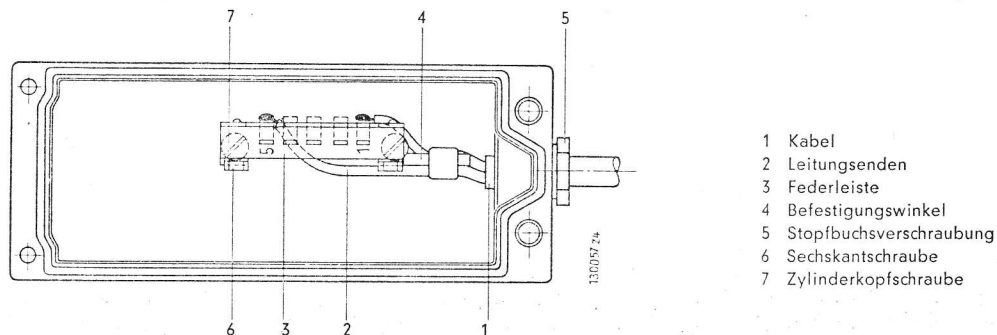

Fig. 4 Hochfrequenz-Wechsellichtschranke HFL-102, Anschließen der Zuleitung im Gehäuseoberteil
Kabelanschluß in Sender bzw. Empfänger nach Fig. 4 herstellen. Dazu Kabel (1) kurz hinter der Einführung abmanteln, Leitungsenden (2) ohne Schleifen zur Federleiste (3) führen, anlöten und am Steg (4) des Befestigungswinkels abbinden.